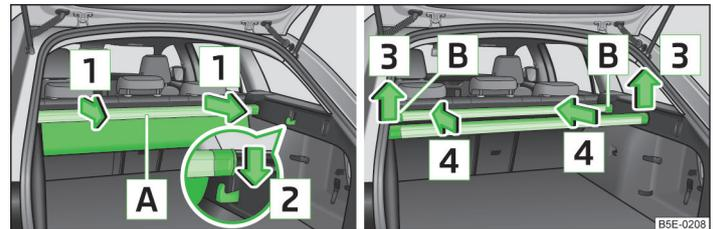

Abb. 94 Multifunktions tasche: herausziehen / einschieben
- Die hintere Leiste **A** » Abb. 94 mit beiden Händen fassen und die komplette Tasche in Pfeilrichtung **1** herausziehen.
- Die hintere Leiste von den Haken in Pfeilrichtung **3** » Abb. 94 abnehmen. ▶